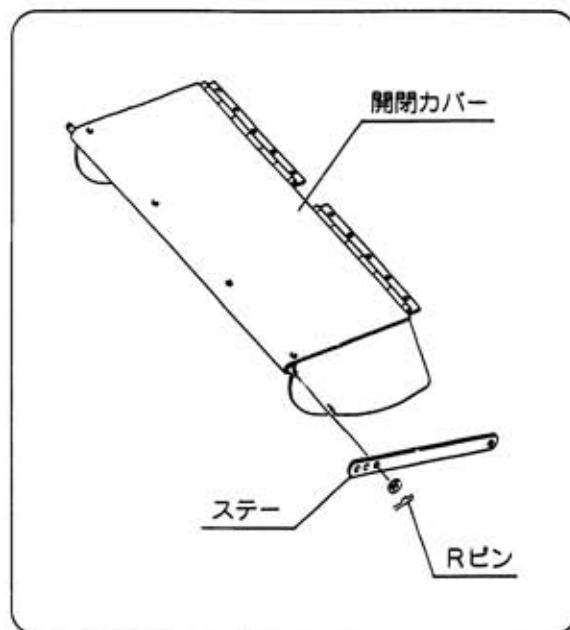

図36
- ④ 圃場や草の条件により、草を前に飛ばしたくないときには、Rピンを抜いてステアーを差替えてください。開閉カバーが低くなり草が飛ばなくなります。(図36)